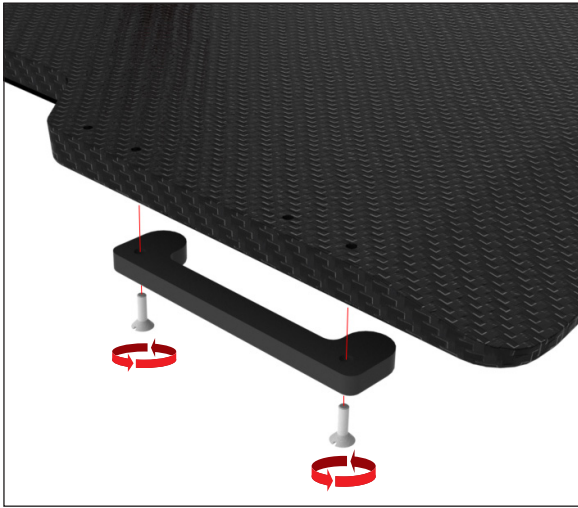

Рис. 44
1. Встановіть перехідник у положенні, показаному нижче, у два отвори, розташовані на відстані 140 мм (5,5 дюйма) один від одного, за допомогою 2 гвинтів розміром 1/4-20 x 3/4 дюйма (рис. 44).